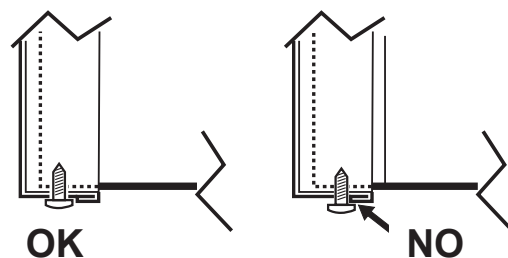

fig. 15 - montaje con tornillos inferiores
3. Proceder en orden inverso para volver a montar el panel delantero. Asegúrese de que esté fijado correctamente en el panel superior y totalmente apoyado en los paneles laterales. La cabeza del tornillo "A", una vez apretada debe colocarse tal y como indicado en "fig. 15 - montaje con tornillos inferiores".